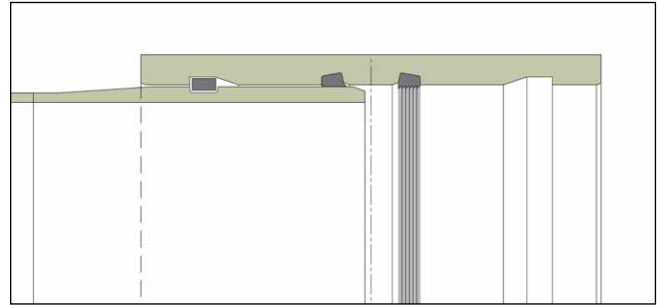

Fig. 26: FBC coupling
5.1.5. LOCKED JOINT COUPLING / FBC (FIG. 26)